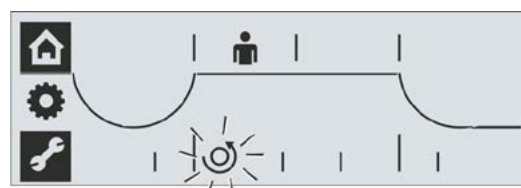

Fig. 2: O menu Posições finais está ativo, direção do fechamento para esquerda
2. Confirmar a seleção: **Manter o controle de drive pressionado por 3 segundos.** A coroa dentada ficará continuamente acesa e o símbolo da direção de fechamento ajustada atual piscará (Fig. 2).